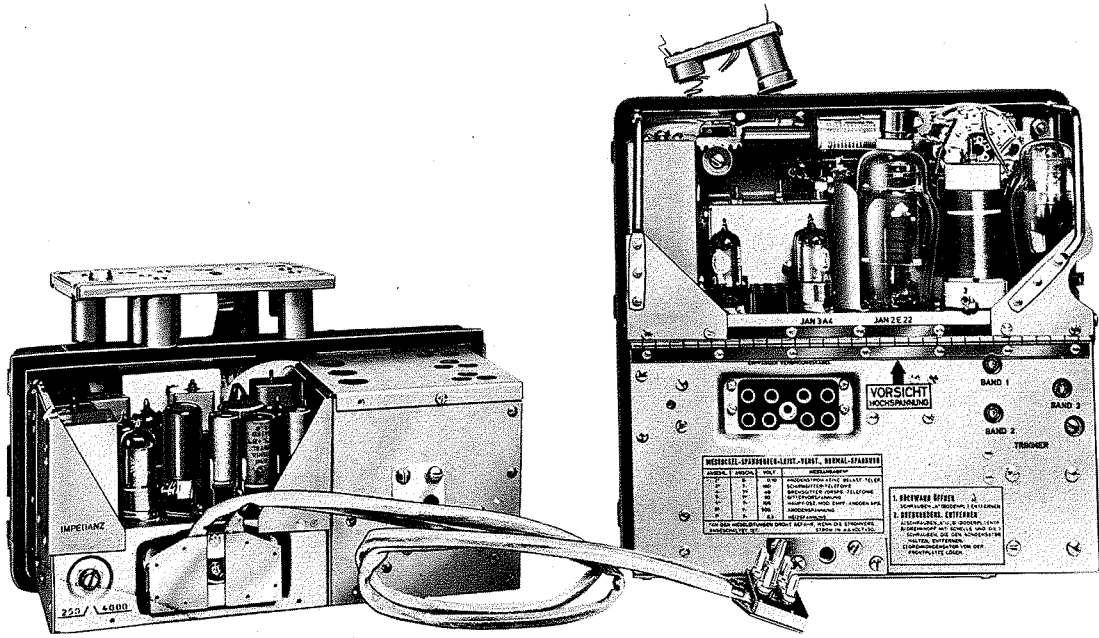
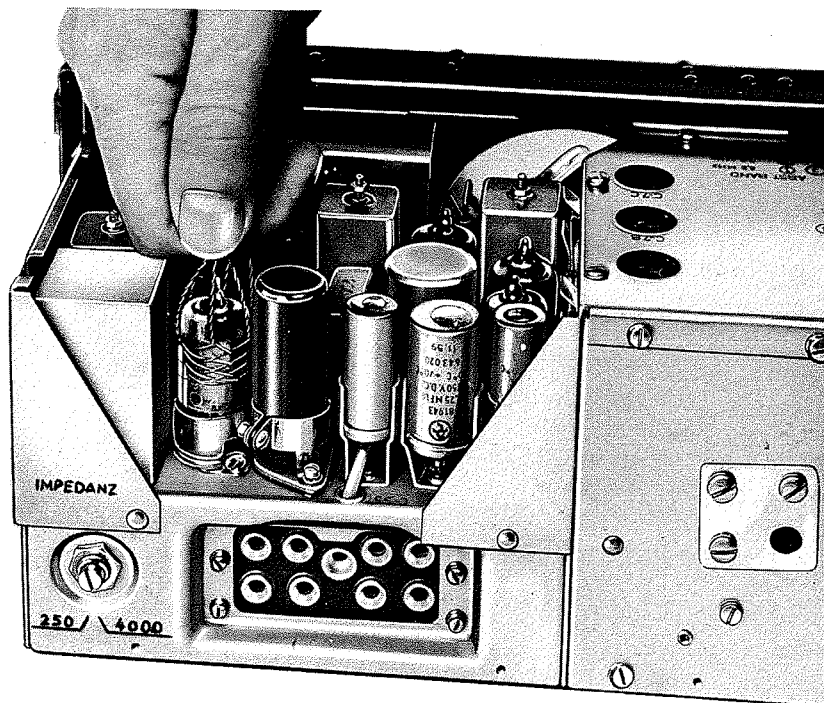

Bild 37 Rückansicht der Sender- und Empfänger-Einschübe mit Verbindungskabel 3 E 7173-22
Bild 39 Entfernen der Röhren mit Hilfe eines Röhrenziehers
a) Die Empfängerröhren und der Quarz brauchen nicht montiert zu werden, sie sind von der Herstellerfirma bereits eingesetzt. Um sie zu prüfen oder zu ersetzen, ist nach folgenden Hinweisen vorzugehen: Der Gehäusedeckel des Sende-Empfangsgerätes wird entfernt, der Empfängerteil entnommen und der Stecker des Verbindungskabels 3E7173-22 gelöst (Bild 37). Die Röhren und der Quarz befinden sich unter einer einfachen Metallabdeckung, die ohne Werkzeug abgenommen werden kann. (Achtung, vorsichtig abheben!)
b) Die Röhren V 101, V 102 und V 105 und die Quarze 1A, 1B, 2A, 2B, 3A und 3B befinden sich unter einer kleinen Abdeckplatte (siehe Bild 37). Nach Abheben der Platte sind Röhren und Quarze leicht zugänglich und können, entsprechend Bild 39, mit dem Röhrenzieher herausgenommen werden.
a) Verkabelung des Sende-Empfängergerätes. Sender und Empfänger werden durch das Kabel 3E7173-22 verbunden, das durch die Frontplatte des Funkgerätes verdeckt ist (siehe Bild 37).